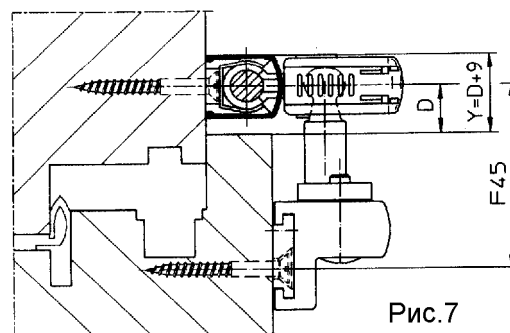
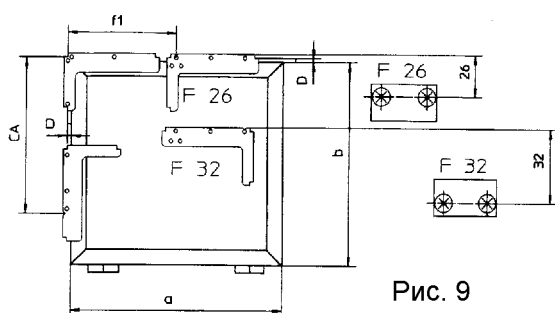

Рис. 7
Рис. 9
Дерево с европазом – Рис. 7
для открывания левой рукой – Рис.9;
1. Определить положение отверстий для крепления посадочной пластины кронштейна на створке. F26 и F32 означают возможное положение крепежных шурупов в профиле створки (Рис.9). Для деревянного окна с европазом берется размер F45, как показано на Рис.7, и используется шаблон с артикулом 28141 (Рис.13).